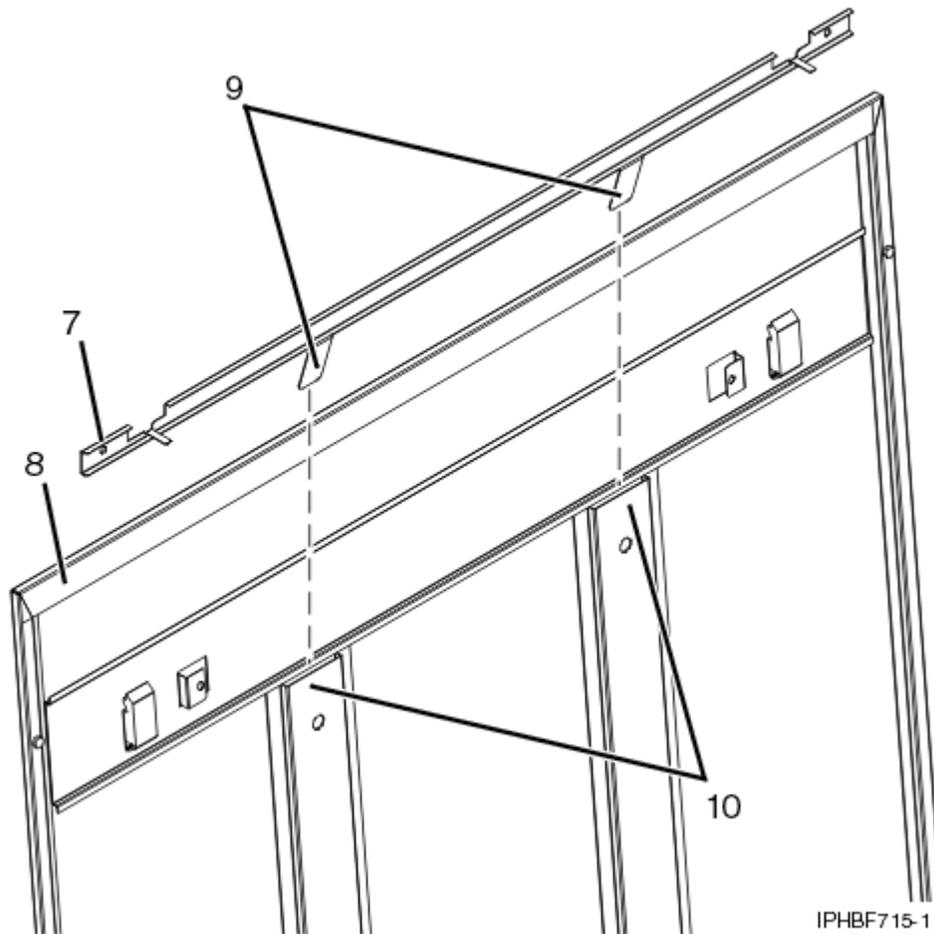

Abbildung 56. Sicherheitschiebeleiste installieren
- b. Stellen Sie sicher, dass die flache Seite der Schiebeleistenschiene **(7)** in Abbildung 56 auf Seite 87 zur Innenseite der Seitenabdeckung **(8)** zeigt. Setzen Sie die beiden Zungen **(9)** der Schiebeleistenschiene in die beiden vertikalen Kanäle **(10)** an der rechten Seitenabdeckung ein.